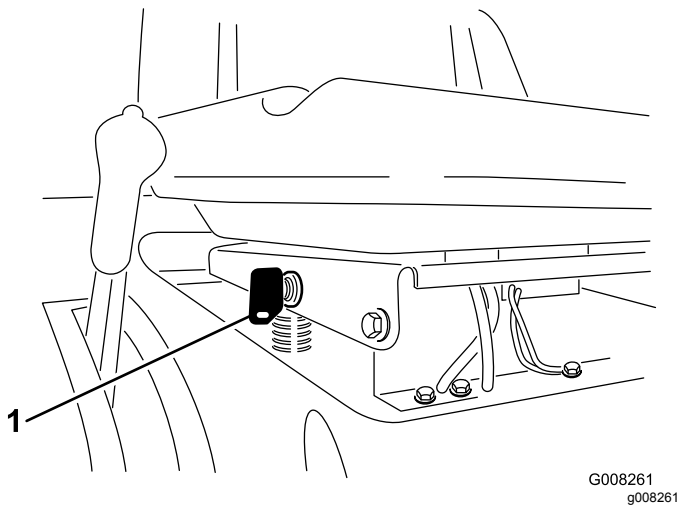

Bild 12
Wenn Sie im Rückwärtsgang die Messer (ZWA) benötigen, können Sie diesen Sicherheitsschalter mit dem KeyChoice-Schalter, der sich in der Nähe der Sitzhalterung befindet, deaktivieren (Bild 12).
2. Stecken Sie den KeyChoice – Schlüssel in das Zündschloss (Bild 12).